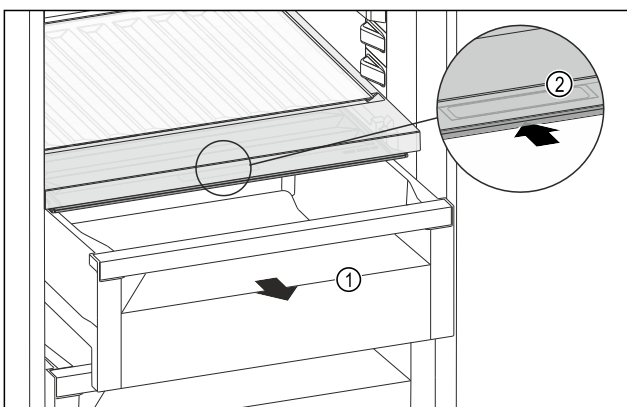

Fig. 89
- ▶ Schubfach Fig. 89 (1) herausziehen.
- ▶ Griffmulde Fig. 89 (2) am Fachdeckel anfassen und Fachdeckel gleichzeitig nach hinten schieben.